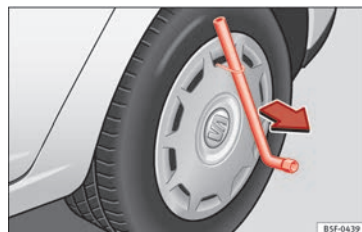

Fig. 65 Démontez l'enjoliveur intégral.
- Introduisez la clé démonte-roue dans le crochet en fil de fer » » **fig. 65** puis tirez sur l'enjoliveur dans le sens indiqué par la flèche.